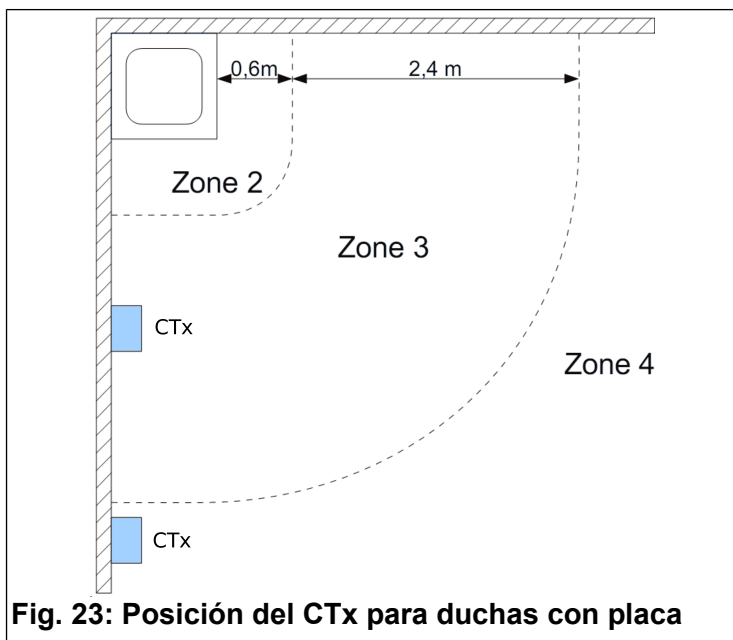

Fig. 23: Posición del CTx para duchas con placa
- CTx versión 100-240V, alimentado directamente con tensión 100-240V. Cuando es utilizado para duchas, la norma IEC60364-7 permite su instalación en la "Zona 3", a condición que el aparato sea alimentado mediante un interruptor diferencial de 30mA de umbral de corriente. Para más seguridad recomendamos instalar el aparato en la "Zona 4" y usar la versión de alimentación de 12Vcc en la "Zona 3". Véanse las Fig. 23 y Fig. 24 para identificar las zonas.
- Las normas del país donde se instala el aparato referentes al punto de instalación de los equipos eléctricos en lugares especiales (duchas, piscinas, etc.). Cuando el CTx es utilizado para duchas, la norma IEC60364-7 permite su instalación en la "Zona 3", a condición que el aparato sea alimentado mediante un interruptor diferencial con umbral de corriente de 30mA. Para mayor seguridad recomendamos que se instalen en la "Zona 4". Véanse la Fig. 23 y Fig. 24 para identificar las distintas zonas.
- Cuando la **centralita de relés** es utilizada para duchas, la norma IEC60364-7 permite su instalación en la "Zona 3", a condición que el aparato sea alimentado mediante un interruptor diferencial con umbral de corriente de 30mA. Para mayor seguridad recomendamos que se instalen en la "Zona 4". Véanse la Fig. 23 y Fig. 24 para identificar las distintas zonas.
Montar el alimentador suministrado, dentro de un cuadro eléctrico situado lejos de la zona de la ducha, según disponen las normas vigentes del país donde se instala el aparato. Por ejemplo, la norma IEC60364-7 impone una distancia de por lo menos 3m de la placa de la ducha (Fig. 23) o de 3,6m como mínimo de la ducha sin placa (Fig. 24). Para las conexiones del alimentador de 12Vcc montado dentro del cuadro eléctrico: